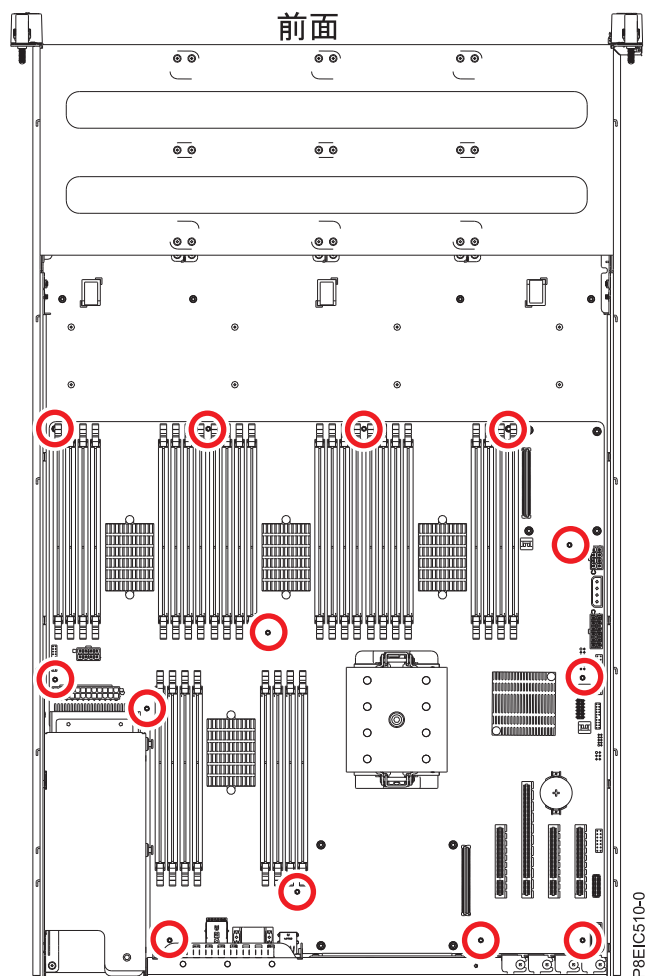

図 70. システム・バックプレーンのねじの位置
12. システム・バックプレーンから 13 本のねじを緩めて取り外します。ねじの位置は 65 ページの図 70 に示しています。